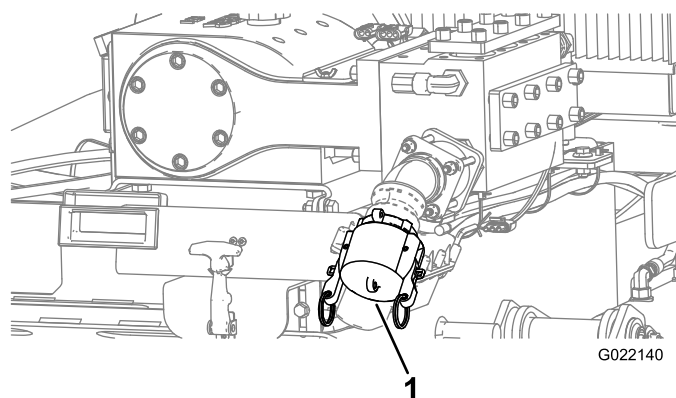

Рисунок 150
- C. Убедитесь, что крышка установлена на впускном отверстии насоса бурового раствора (Рисунок 150).